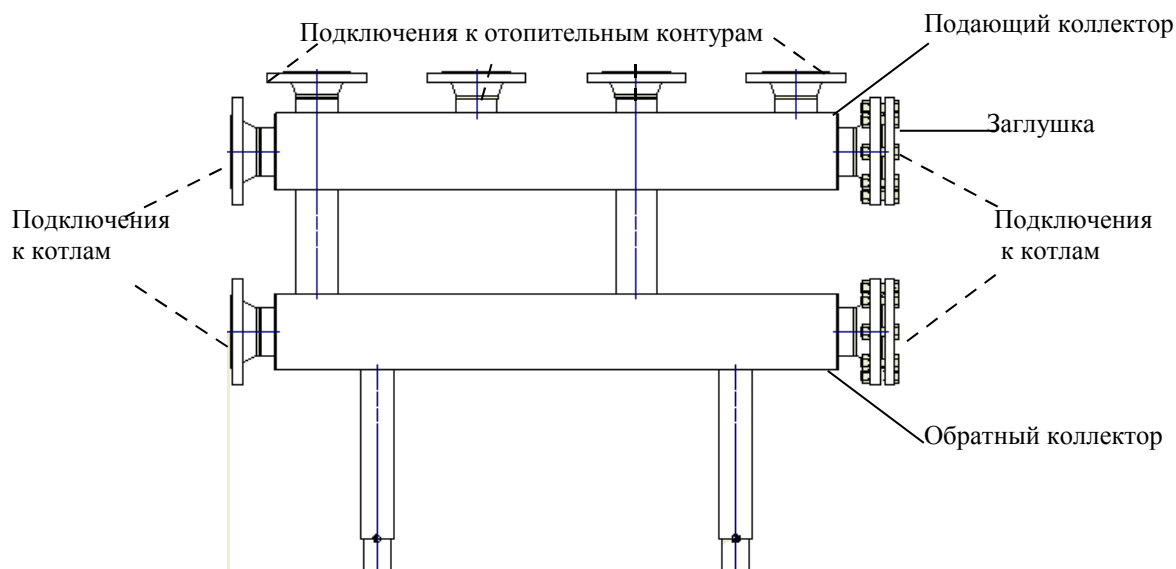

Рис. 3. 2-х контурный коллектор Ду65, Ду80, Ду100, Ду125, Ду150
**Коллекторы Ду65, Ду80, Ду100, Ду125, Ду150 (Рис.3)** имеют фланцевые подключения к котлам и фланцевые подключения к отопительным контурам